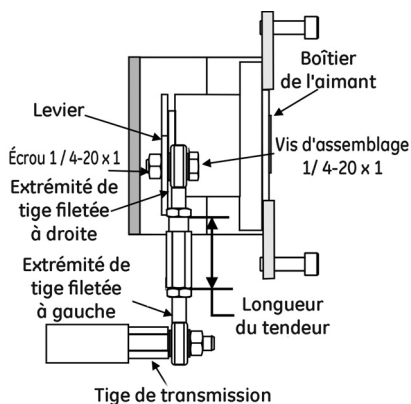

Figure 12 Liaison linéaire
5. Visser la tige de transmission dans le connecteur de la tige de l'actionneur. Se reporter à la Figure 12 à la page 27. S'assurer que le pointeur de déplacement situé sur le couplage est correctement positionné.
10. Visser le tendeur sur l'extrémité de la tige filetée à gauche (Figure 12).